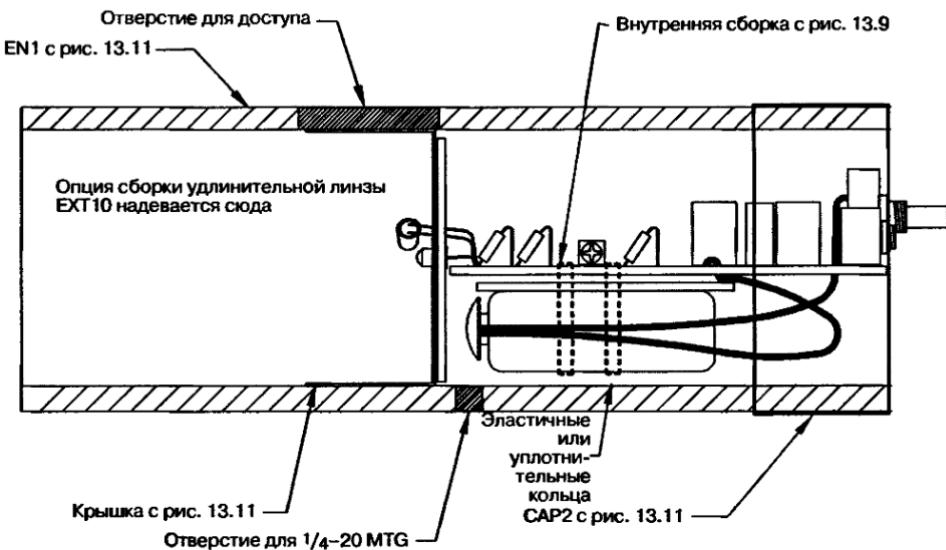

Рис. 13.12. Размещение платы с компонентами внутри корпуса лазерного приемника
8. Изготовьте отражательный экран, как показано на рис. 13.11. Эта деталь используется для наблюдения положения отраженного лазерного луча или сфокусированного луча линзой-расширителем. Этот свет необходимо направить на линзу фототранзистора. Экран должен быть небольшим по размерам, чтобы беспрепятственно помещаться в трубке корпуса. Проделайте два маленьких отверстия для выводов LED1, соблюдая полярность, и припаяйте его. Выводы должны быть как можно длиннее. Расположите светодиод по отношению к фототранзистору Q1 так, чтобы его свет можно было наблюдать, но чтобы в то же время он не препятствовал сигналам, идущим вдоль оптической оси. Разместите LED1, как показано на рис. 13.12, и закрепите его на печатной плате PCB с помощью адгезива RTV или аналогичного клея.
- Изготовьте изолирующую плату SPCR1 из куска пластика, картона или другого подходящего материала размерами  $3,81 \times 5,08$  см. Этот элемент размещается между батареей и дном платы для изолирования их друг от друга (см. рис. 13.12).